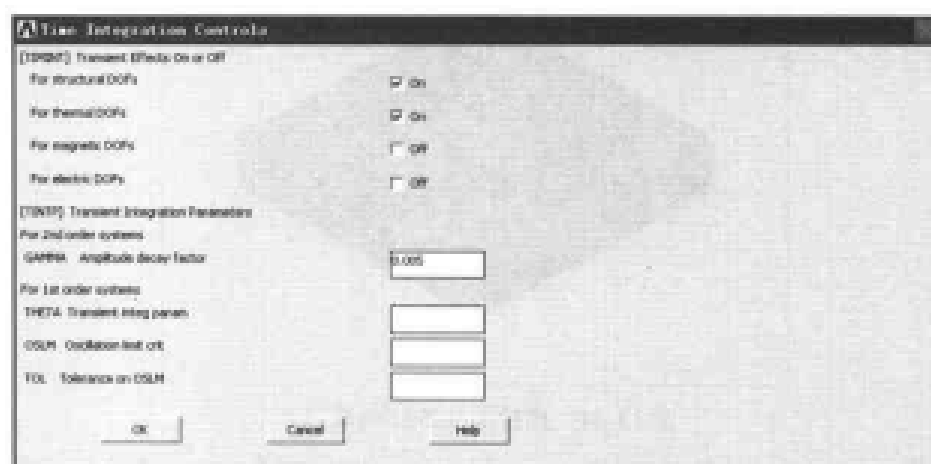

图 13-86 时间积分控制对话框
(1) 选择 Main Menu | Solution | Analysis Type | New Analysis 命令，出现 New Analysis 对话框，选择分析类型为 Transient，单击 OK 按钮，出现 Transient Analysis 对话框，采用其默认设置，单击 OK 按钮关闭该对话框。
(2) 选择 Main Menu | Solution | Load Step Opts | Time/Frequency | Time Integration | Amplitude Decay 命令，出现 Time Integration Controls 对话框，参照图 13-86 对其进行设置，单击 OK 按钮关闭该对话框。